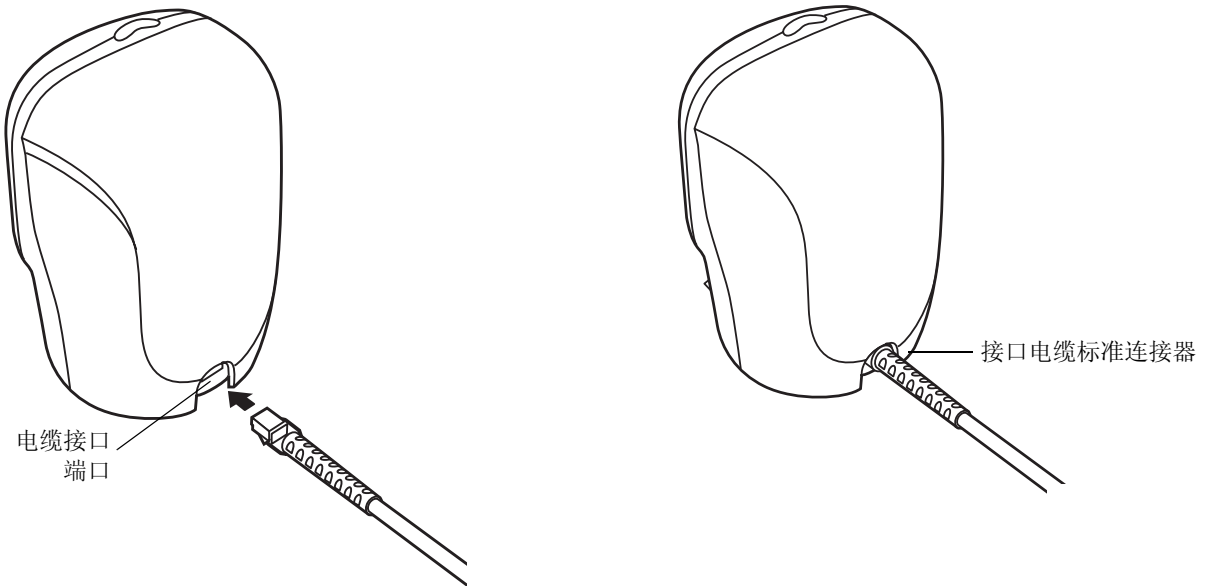

图 1-2 安装接口电缆
2. 将接口电缆的标准连接器插入 LS9203 背面的接口电缆端口（请参见图 1-2。）